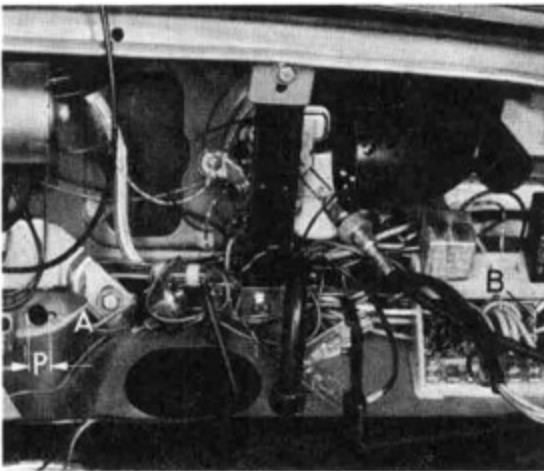

Bild 13
- 17 – Arretierungspunkt A für den Schalter mit dem Meißel vom Fahrgastraum aus einschlagen (siehe Bild 13).